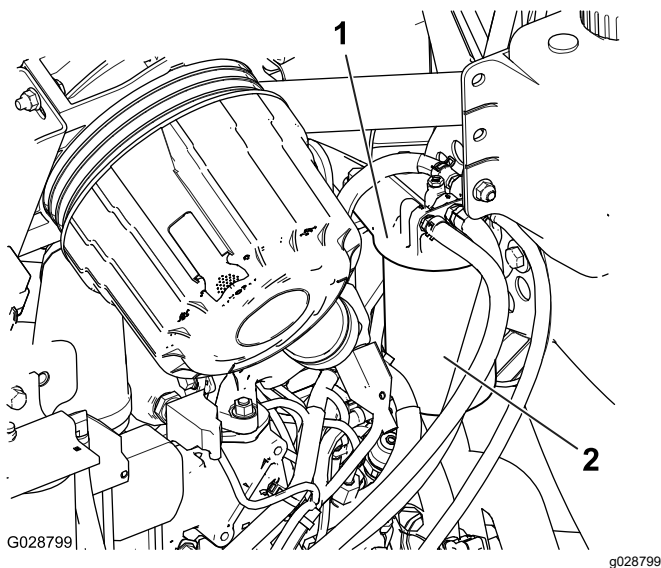

Figure 90
1. Nettoyez la surface autour de la tête du filtre à carburant (**Figure 90**).
2. Déposez le filtre et nettoyez la surface de montage de la tête du filtre (**Figure 90**).